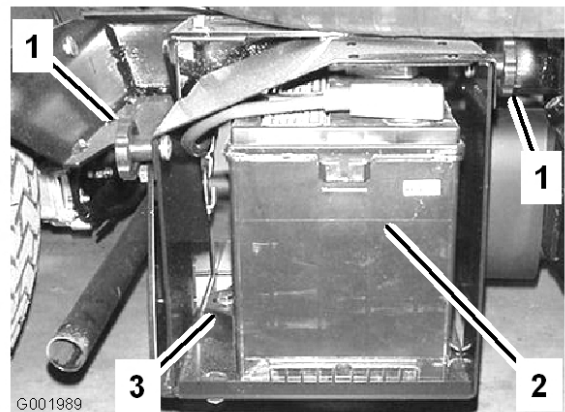

Figura 51
- Afije los pomos de los lados de la caja de la batería y retire la tapa de la batería (Figura 51).
5. Retire el dispositivo de sujeción de la batería y los herrajes (Figura 51).
2. Instale el dispositivo de sujeción de la batería, fijándolo con los herrajes que retiró anteriormente (Figura 51).
4. Instale la tapa de la batería y fíjela con los 2 pomos (Figura 51).
1. Afloje los pomos de los lados de la caja de la batería y retire la tapa de la batería (Figura 51).